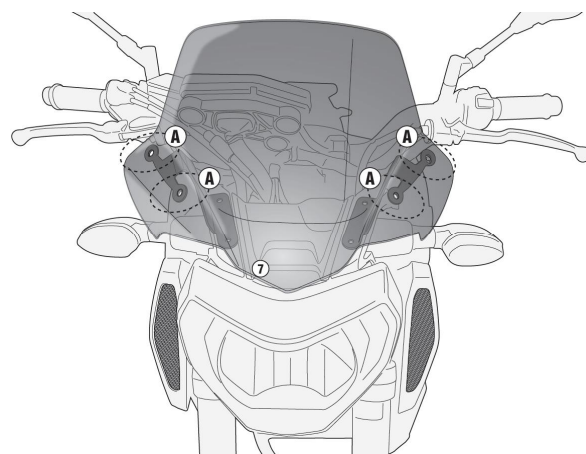

図 2
2. ②フランジ付き六角穴付きボタンボルト（4 ヶ）、⑤ナイロンワッシャ（4 ヶ）、④ラバーワッシャ（4 ヶ）、③フランジ付きナイロンロックナット（4 ヶ）を使用して、手順 1 で組み付けた①サポート（左右）に⑦スクリーンを仮組みします。（次ページ図 2～3 参照）